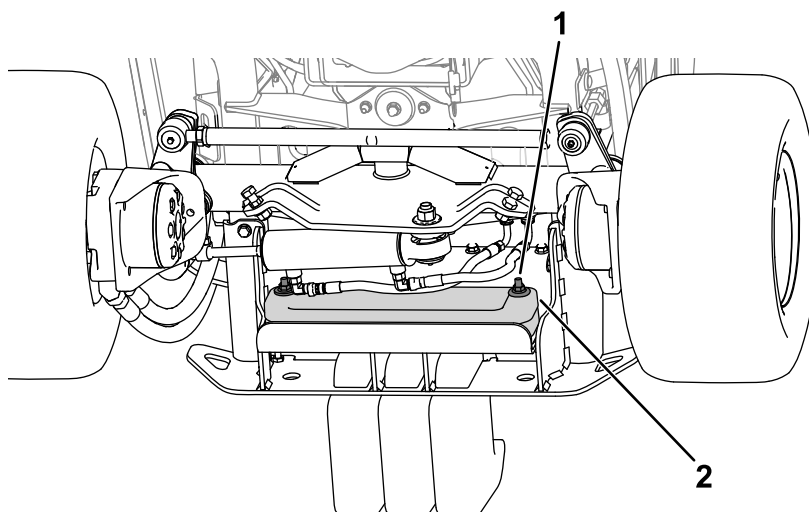

Bild 20
2. Verwenden Sie die Befestigungselemente, um den Ballast an der Stoßstange zu befestigen (Bild 20).